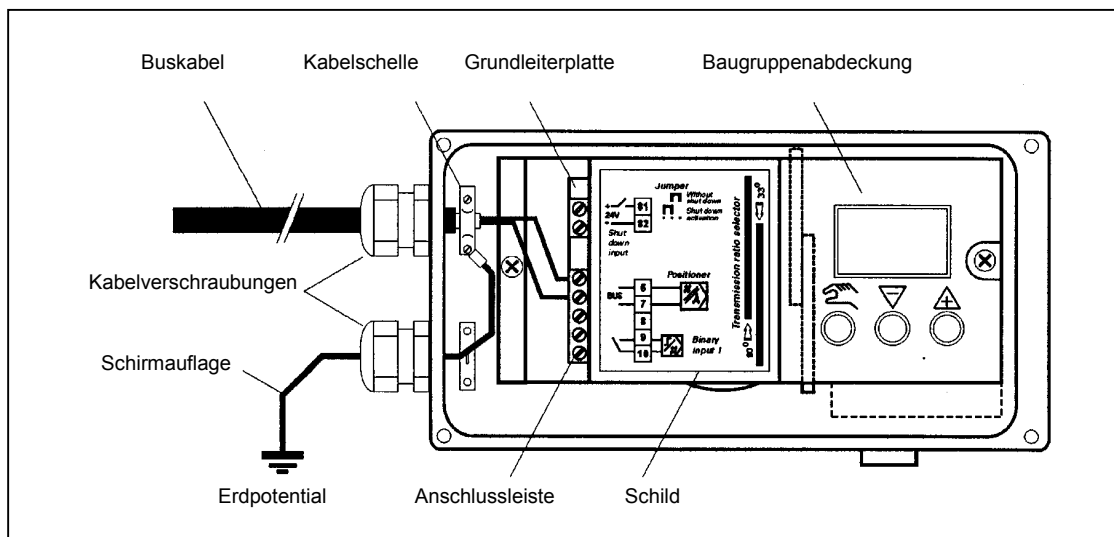

Рис. 11: Подключение кабеля шины
6. Подключите красную и зеленую жилу согласно рис. 11 к клеммам 6 и 7 главной печатной платы (полярность при этом значения не имеет).